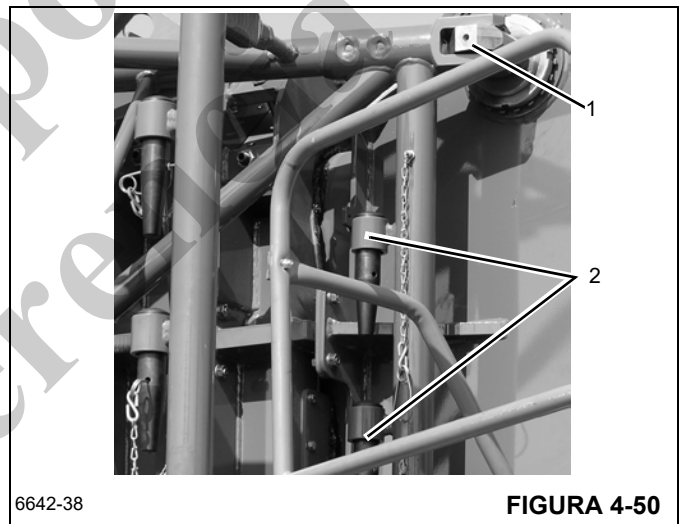

FIGURA 4-50
13. Retire los pasadores de las orejetas del lado derecho de la punta de pluma (1, Figura 4-50). Almacene los pasadores en los retenedores (2) en la extensión de pluma e instale las pinzas de retención.